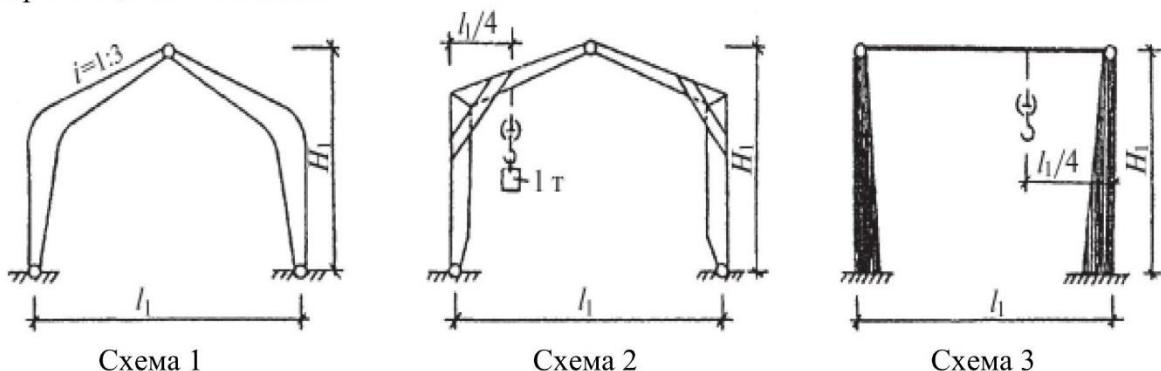

Рисунок 8. Схемы поперечных рам одноэтажного каркасного здания
4. В качестве несущих конструкций покрытий для схем 1–3 (рисунок 8) следует применять индустриальные конструкции: kleеные и клееванерные балки и фермы, металлоконструкции и другие типы ферм (по рекомендуемым в литературе схемам).